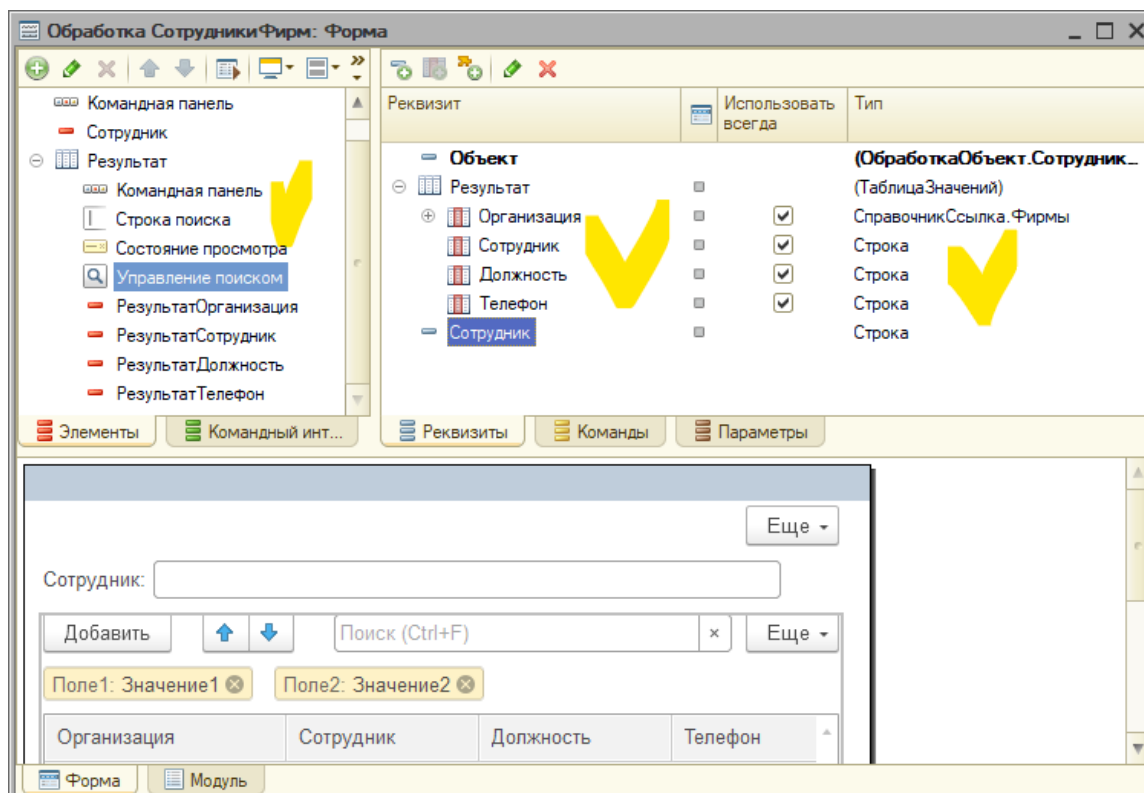

Рис. 5.37. Реквизиты формы обработки
5. После создания таблицы значений становится доступной кнопка «Добавить колонку реквизита». Нам необходимы следующие колонки (рис. 5.37):
6. Необходимо перенести все созданные реквизиты на форму (рис. 5.37).